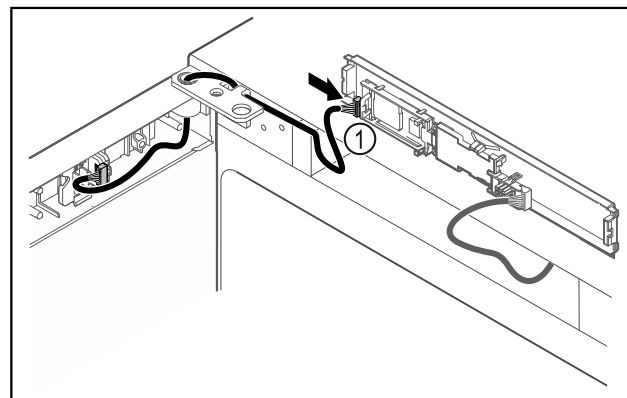

Fig. 39
- ▶ Dugja be a dugót Fig. 39 (1) a NYÁK-on.